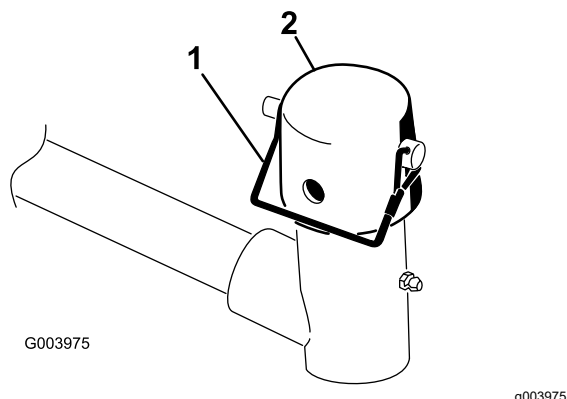

Figura 9
9. Retire o pino de encaixe e tampa da forquilha da articulação do braço de elevação (Figura 9).